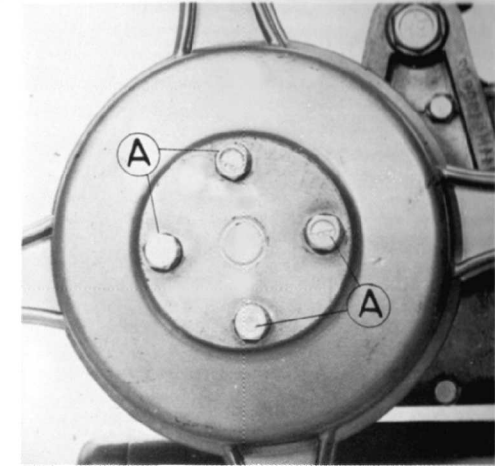

Fig. 15
Para desmontar la rueda trasera, aflojar los cuatro tornillos (A) que fijan el tambor a la brida, extraer éstos con sus correspondientes arandelas y quitar la rueda (fig. 15).